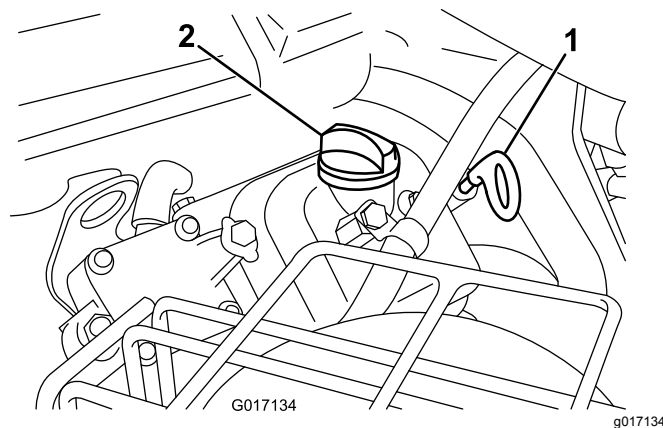

Figura 38
2. Retire la varilla y límpiela con un paño limpio. Introduzca la varilla en el tubo asegurándose de que entre a fondo (Figura 38).